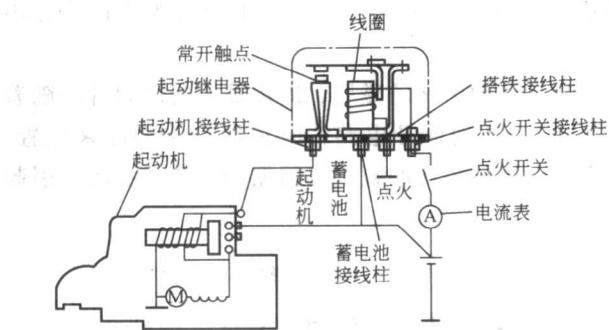

图 1-10 电磁啮合式起动机的控制电路
① 起动继电器。在采用电磁啮合式起动机的起动电路中, 起动开关常与点火开关制成一体, 由于通过起动机电磁开关(吸引线圈和保持线圈)的电流很大(大功率起动机可达 30~40A), 而使点火开关早期损坏。为此, 在有些汽车上, 点火开关和起动机电磁开关之间装有起动继电器, 如图 1-10 所示。